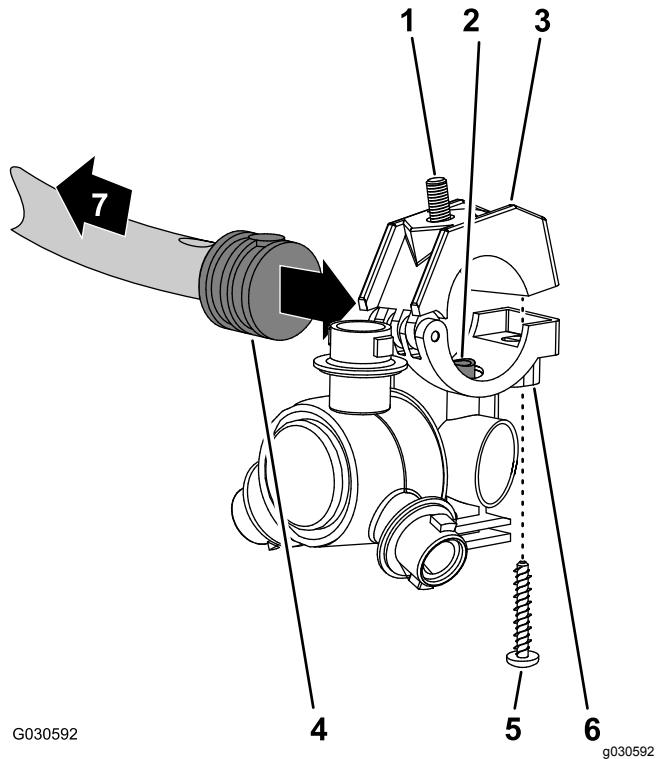

Рисунок 129
- Совместите трубу для перекачивания в опоре распылительного сопла (Рисунок 129) с отверстием в боковой части хвостовика одностороннего шлангового штуцера типа «елочка» (1/2 дюйма).
2. Установите верхнюю половину зажима поверх хвостовика штуцера типа «елочка» и закрепите половину зажима и корпус распылительного сопла (Рисунок 129) с помощью винта из нержавеющей стали (№ 12 x 1-1/4 дюйма); затяните винт из нержавеющей стали с моментом от 14 до 18 Н·м.